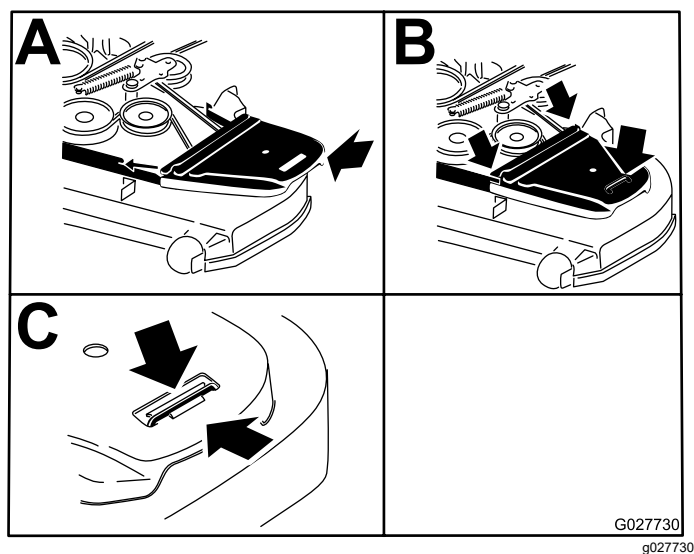

Figure 73
13. Posez les protège-courroies (Figure 73).